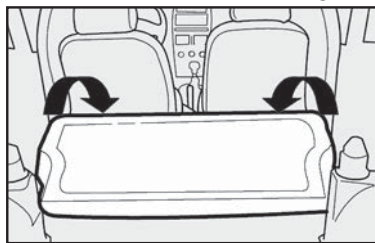

fig. 103
4) Rebater para a frente o encosto, passando os cintos pelos lados, até que este se apoie sobre o assento traseiro fig. 103.